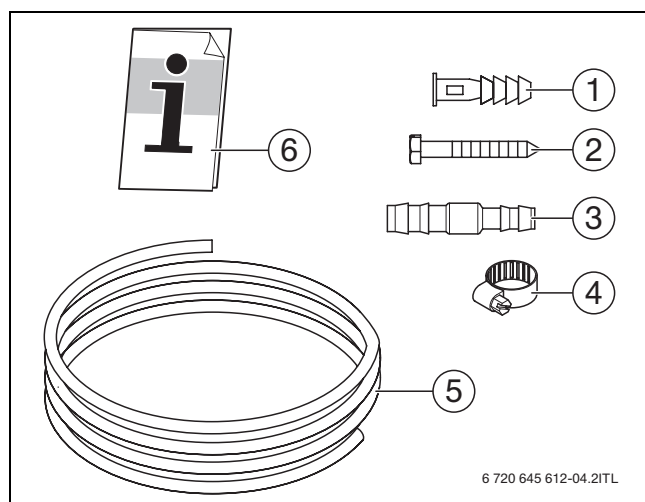

fig. 1 Material fornecido
- Acessório fornecido (→ fig. 1)